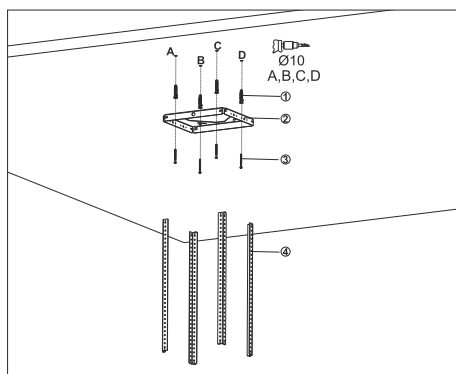

Fig. 6
- 1.** ➤ Markera A, B, C och D i taket där takplattan ska monteras och borra Ø10mm hål (Fig. 6).
- 2.** ➤ Tryck i Ø10mm pluggar i A, B, C och D (Fig. 6).
- 3.** ➤ Montera takplattan i taket genom att skruva fast den med 4 st 5,5x60 skruvar på A, B, C och D (Fig. 6).